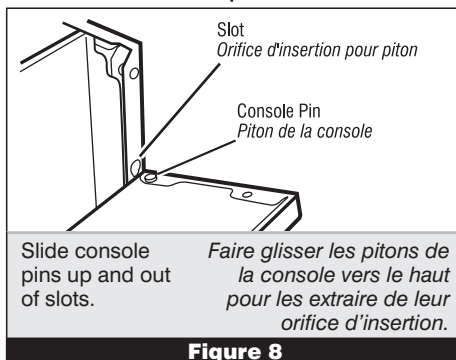

Figure 8
3. Slide the console so that the console pins located at the bottom corners of the console move up and out from the slots, removing the console from the front of the machine. See figure 8.
3. Faire glisser la console pour extraire les pitons (dans les angles inférieurs de la console) de leurs orifices d'insertion et pour pouvoir séparer la console de l'avant de la machine. Voir figure 8.